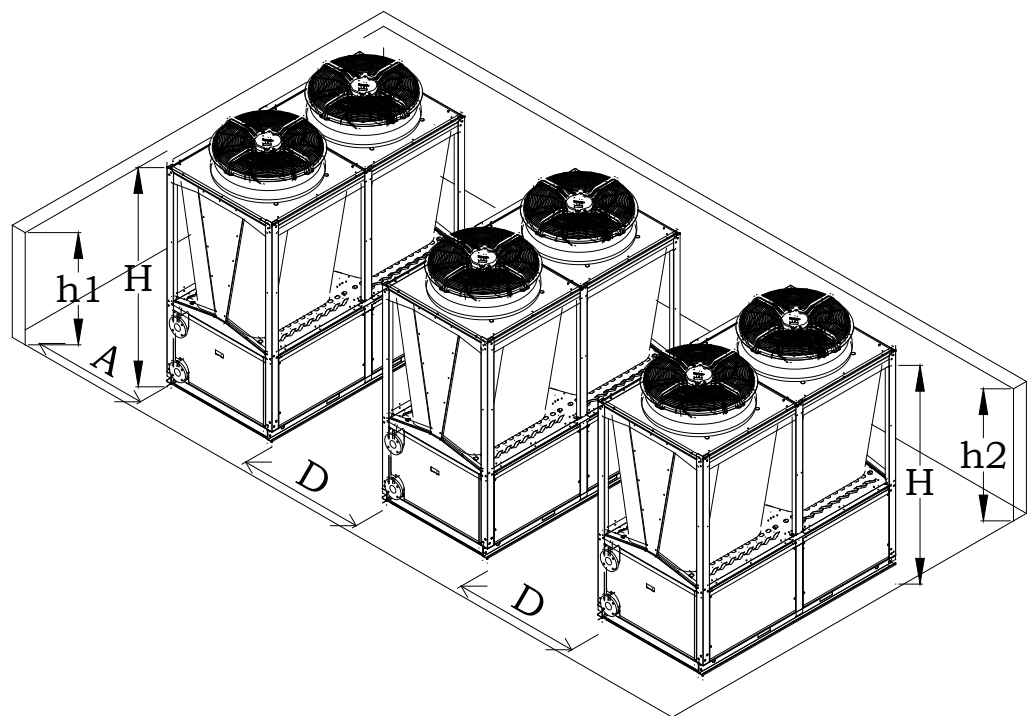
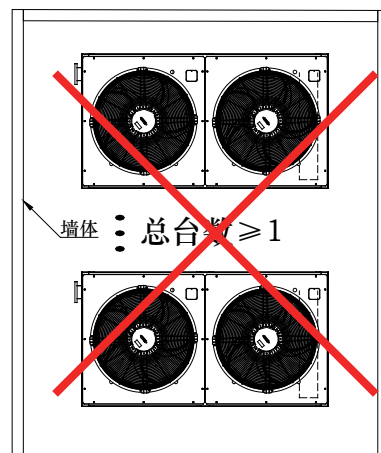
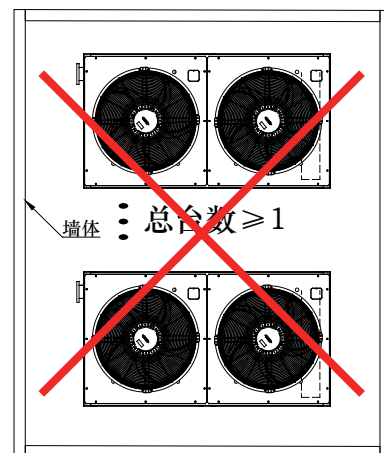
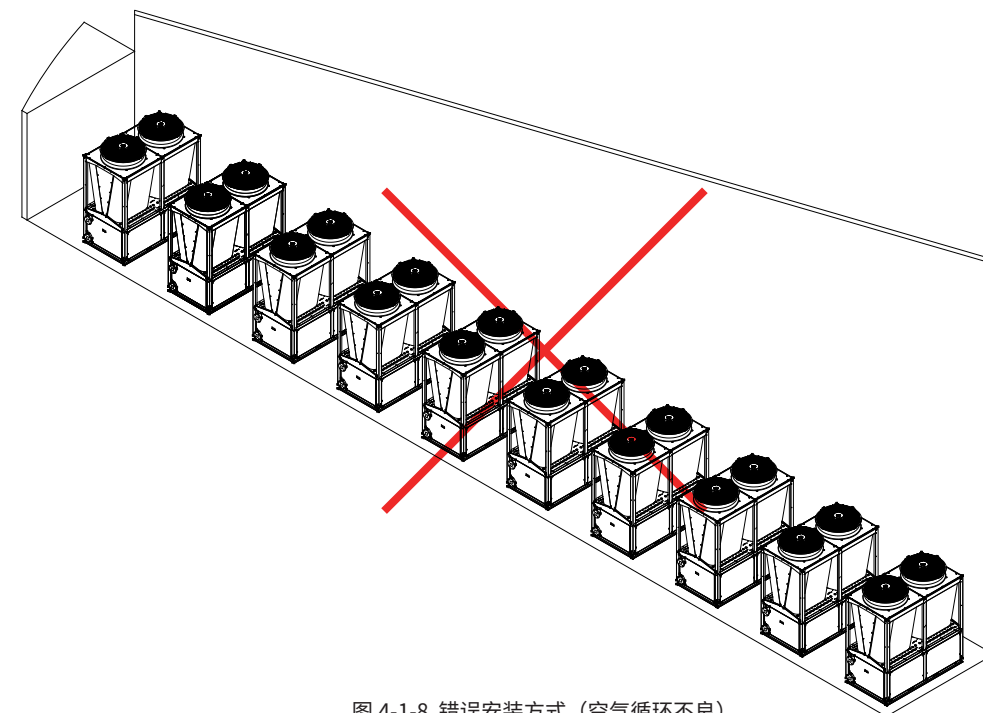

图 4-1-2 机组换热空气进风通道
图 4-1-3 错误安装方式 (U 形空间)
图 4-1-4 错误安装方式 (口形空间)
图 4-1-8 错误安装方式 (空气循环不良)
- G. 预留尽可能大的室外盘管换热空气流通通道，建议预留通道如图 4-1-2。不能安装在 U 形、口形的环绕高墙围成的空间内，因为这样会气流短路和吸风受阻，如图 4-1-3，图 4-1-4。不能安装在高大建筑物外墙墙角下，出风无法彻底吹离机组，制热、制冷都会受到影响，如图 4-1-8。
1. 如果是按照图 4-1-2 模組的模块数超过 8 台, 则处在中间的模块其相邻距离 D 要加大。